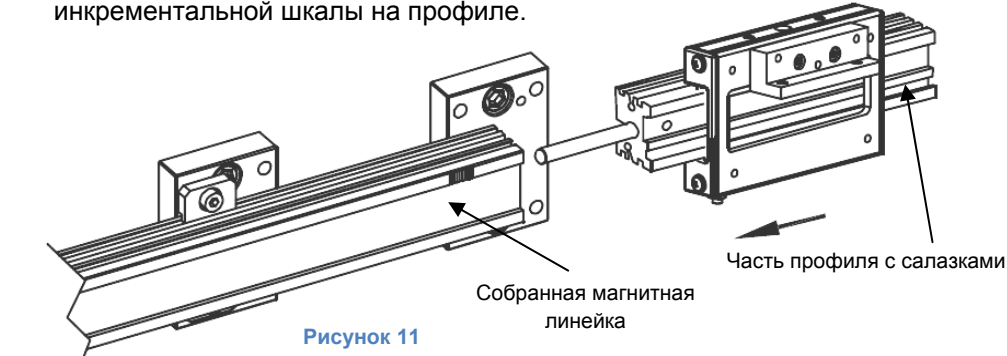

Рисунок 11
- К открытому концу профиля присоедините еще одну часть профиля, с установленной на нем салазками. Рисунок 11.